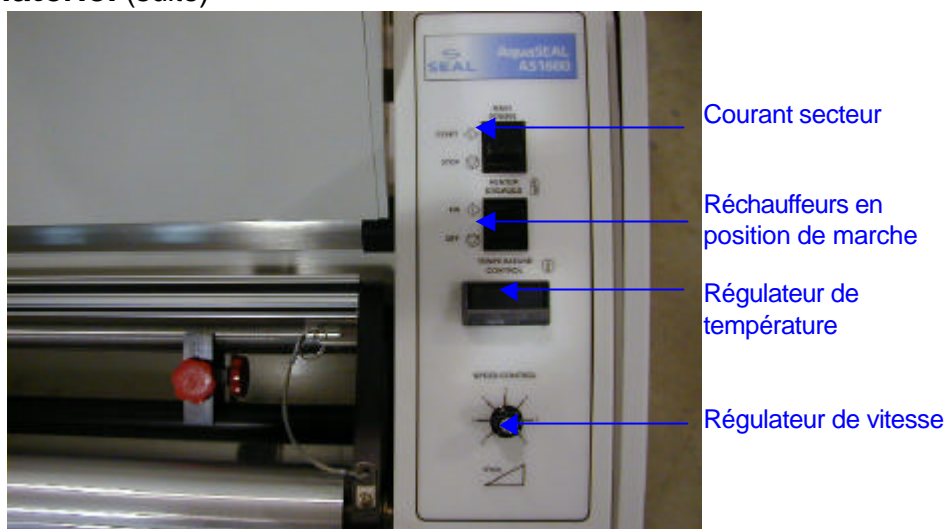

Figure 1.2 Tableau de commande
- Le **tableau de commande** contient tous les affichages, commandes et indicateurs nécessaires pour faire fonctionner l'appareil. Voir Figure 1.2 ainsi que les descriptions qui l'accompagnent.